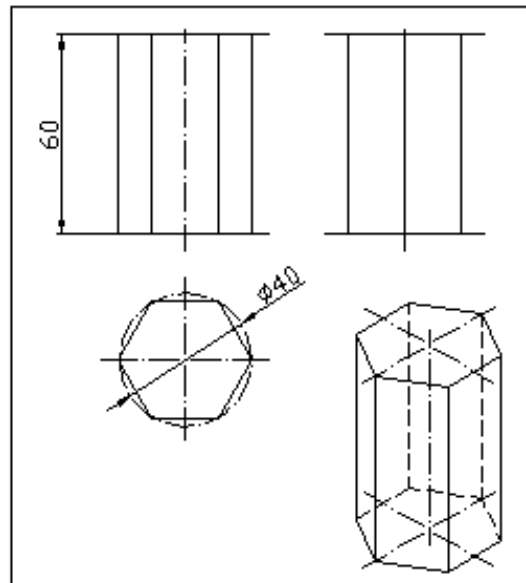

Рис. 7
**Выполняем построение чертежа призмы (три вида: спереди, сверху и слева и изометрическая проекция) (рис. 7).**